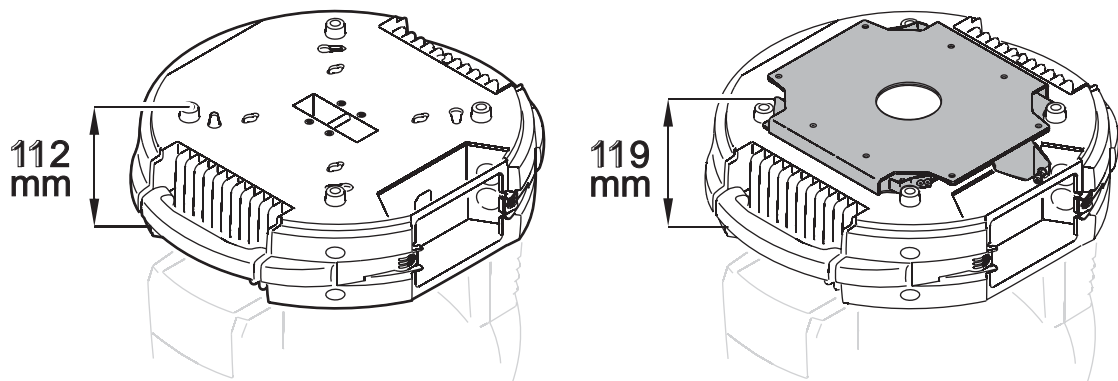

Figure 7: Dimensions de la platine
8. Consultez la Figure 7. La platine une fois installée ajoute 7 mm (0.3 in.) à la hauteur totale de l'appareil.